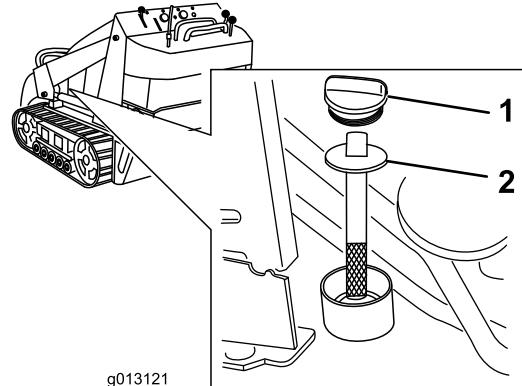

Figure 59
5. Enlevez le bouchon et la jauge du réservoir hydraulique (Figure 59).